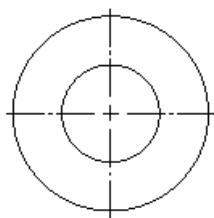

图 8-30 打开模型视图
(1) 打开初始文件“Z8g1.slddrw”，打开模型视图，如图 8-30 所示。